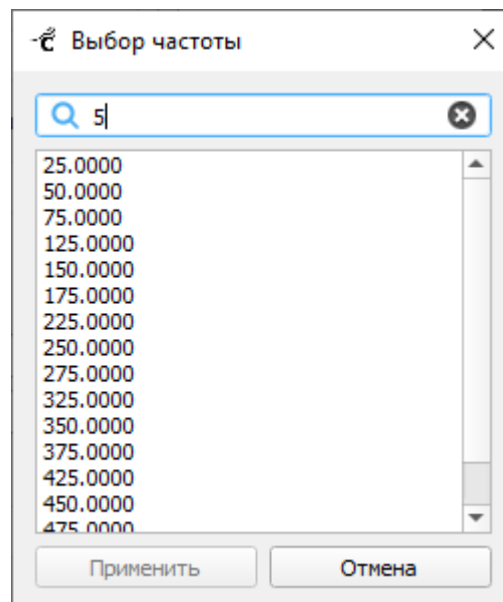

Рисунок 352 – Окно поиска частоты
- «Частота, Гц» – одна из частот, на которых был произведен расчет. Значение выбирается из выпадающего списка. Также при большом количестве значений в списке можно воспользоваться поиском по введенному значению, нажав на кнопку . В открывшемся окне (Рисунок 352) нужно ввести одну или несколько искомых цифр (список автоматически отфильтровывается по мере ввода), выбрать требуемое значение и нажать на кнопку «Применить»;